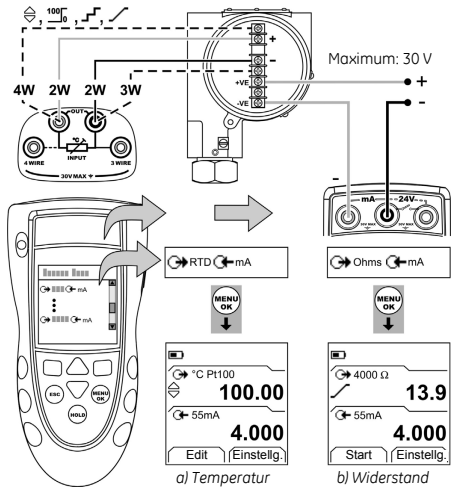

Abbildung 3: Beispielkonfiguration: Transmitterkalibrierung mit externer 2-Leiter-Speisespannung
1. Schließen Sie das Gerät an (Abbildung 3/4) und ändern Sie ggf. die Option *Konfig.* (Tabelle 1).